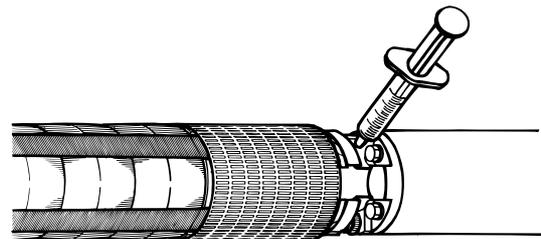

Abb. 7 Position des Befüllventils
Die Abb. 7 zeigt die Anordnung des Befüllventils.
2. Die Füllspritze gegen das Befüllventil drücken und die Flüssigkeit einspritzen. Siehe Abb. 7. Wird der Ventilkegel dabei zu stark runtergedrückt, kann dieser beschädigt werden, so dass das Ventil undicht wird.